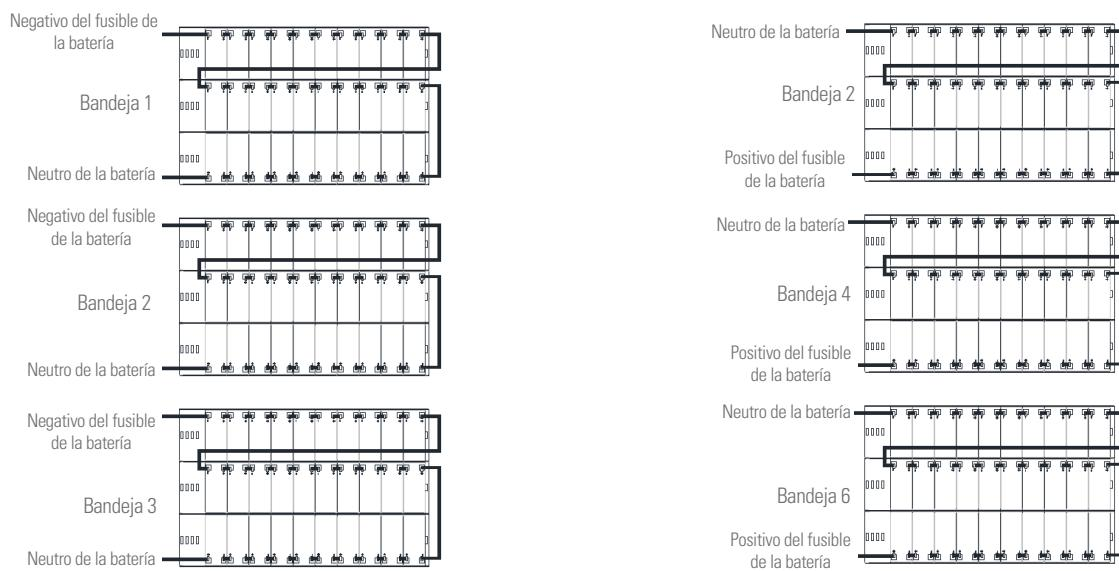
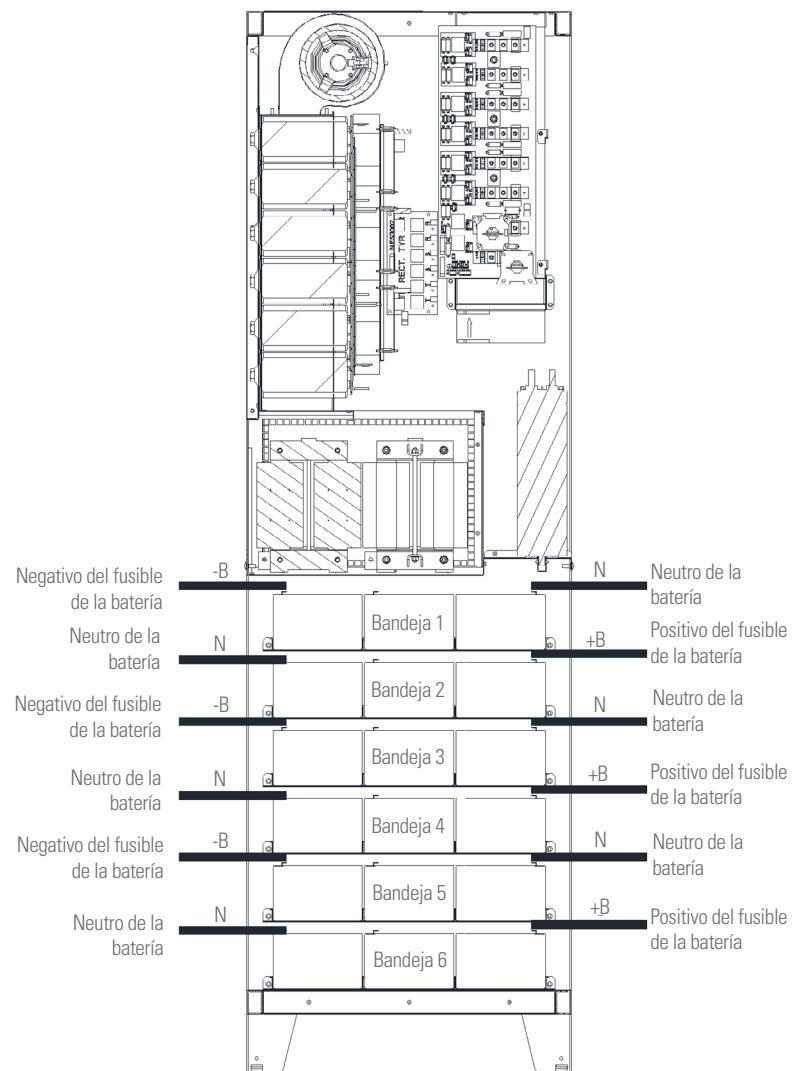

Fig. 27. Vista superior de la bandeja de conexiones de baterías (12 V, 7-9-11 Ah).
Fig. 29. Vista frontal de la bandeja de conexiones de baterías (12 V, 7-9-11 Ah).
- Instalar las baterías recibidas en paquetes separados como indica en la Fig. 27 y Fig. 29: